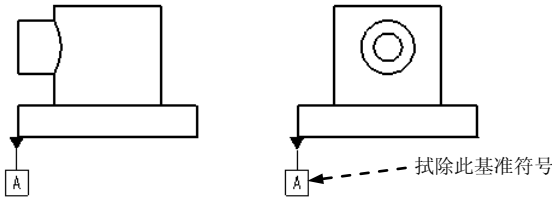

图 5.4.3 基准显示
(3) 在**类型**区域中按下**A**按钮，此时在视图中显示基准，如图 5.4.3 所示。
(4) 在**放置**区域中选中**在基准上**单选项，最后单击**确定**按钮。
Step5. 视情况将其他视图中不需要的基准符号拭除，如拭除图 5.4.3 中所示的符号。